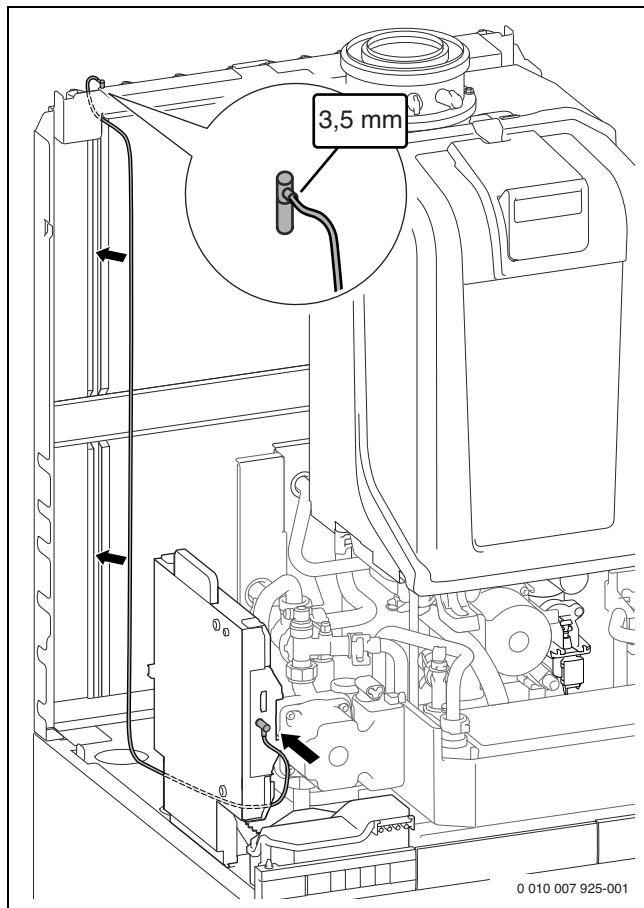

Рис. 78 Подключение и прокладка кабеля к Buderus Logamatic web KM100
- ▶ Проложите кабель подключения Buderus Logamatic web KM100 из комплекта поставки, как показано на рис. 78.